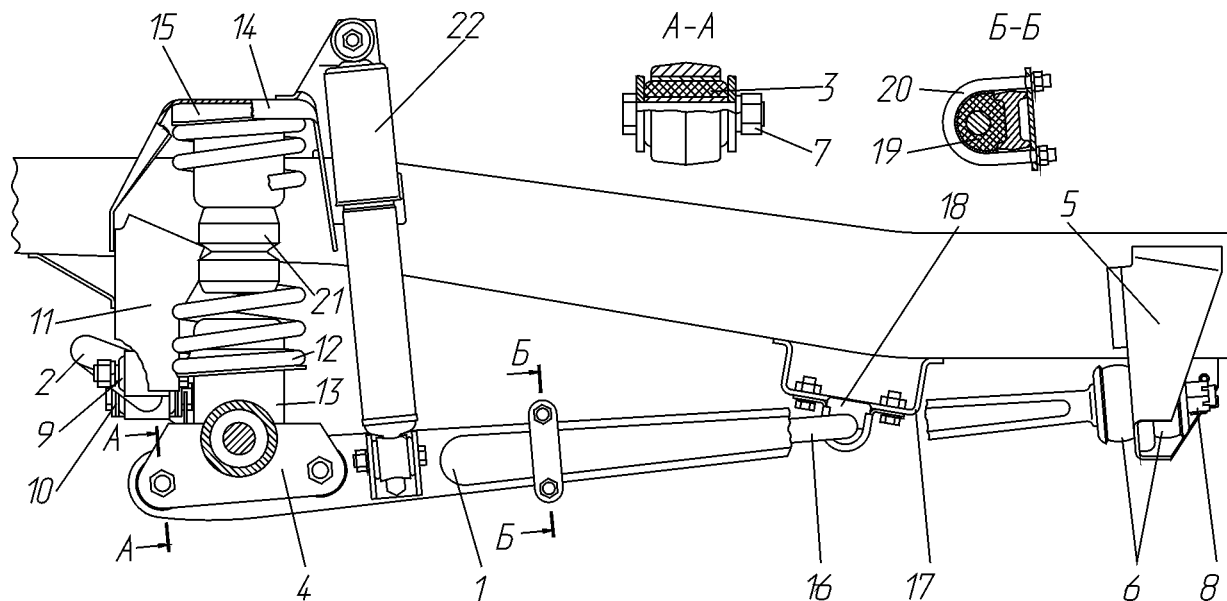

Рис. 6.6. Передняя подвеска:
**Передняя подвеска** (рис. 6.6) состоит из направляющего аппарата, упругих и гасящих элементов. Направляющий аппарат подвески обеспечивает правильную установку моста и влияет на управляемость, устойчивость и тормозные качества автомобиля. Состоит из двух продольных рычагов 1 и поперечной тяги 2. Продольные рычаги соединены с передним мостом посредством неразборных резинометаллических шарниров 3 и кронштейнов 4, а с рамой - через резиновые шарниры 6 и кронштейны 5. Крепление осуществляется гайками 7, с моментом затяжки 14-16 кгс · м, и гайками 8 до упора. Торцевая гайка 8 шплинтуется. Поперечная тяга соединяется через резинометаллические шарниры 9 и кронштейн 10 с мостом, а кронштейн 11 - с рамой.